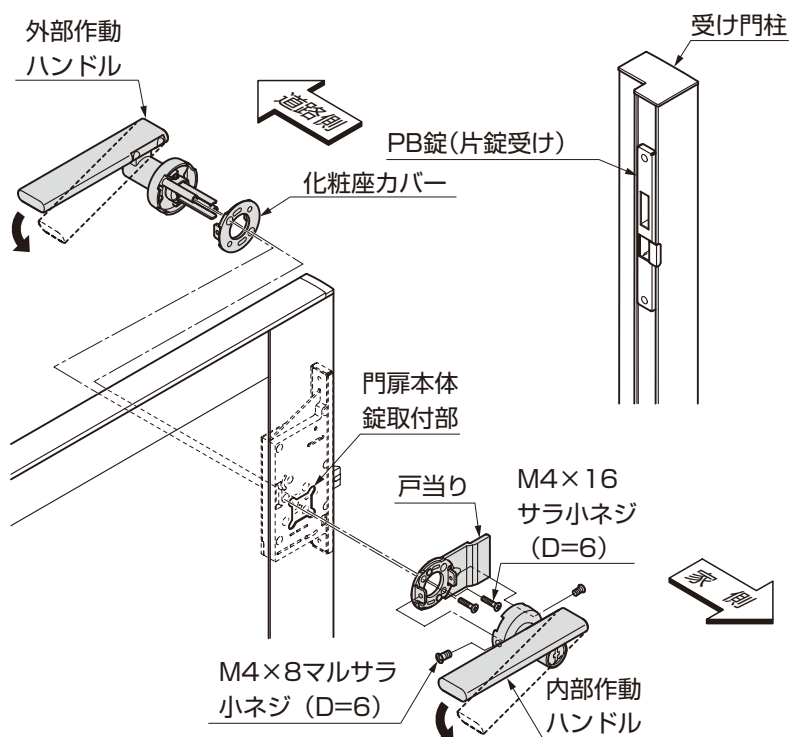

図4-5
- ① 化粧座カバーを取付け、外部作動ハンドルを平行に取付けてください。(図4-5参照)
- ② 戸当りを取付け、内部作動ハンドルを平行に取付けてください。(図4-5参照)
- ③ ハンドルを傾けて、ラッチが引っ込む動作を確認します。(図4-5参照)